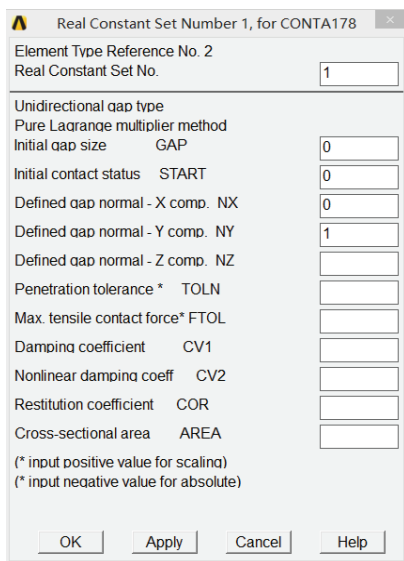

图 3-93 CONTA178 单元实常数设置对话框
6) 选择 Main Menu | Preprocessor | Real Constants | Add/Edit/Delete 命令, 出现 Real Constant 对话框, 单击 Add 按钮, 出现 Element Type for Real Constant 对话框, 选择 Type 2 CONTA178, 单击 OK 按钮, 出现 Real Constant Set Number 1, for CONTA178 对话框, 参照图 3-93 对其进行设置, 单击 OK 按钮关闭该对话框。